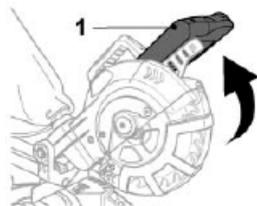

Fig. 56
- > Levez la poignée [1] au maximum (Fig. 56).